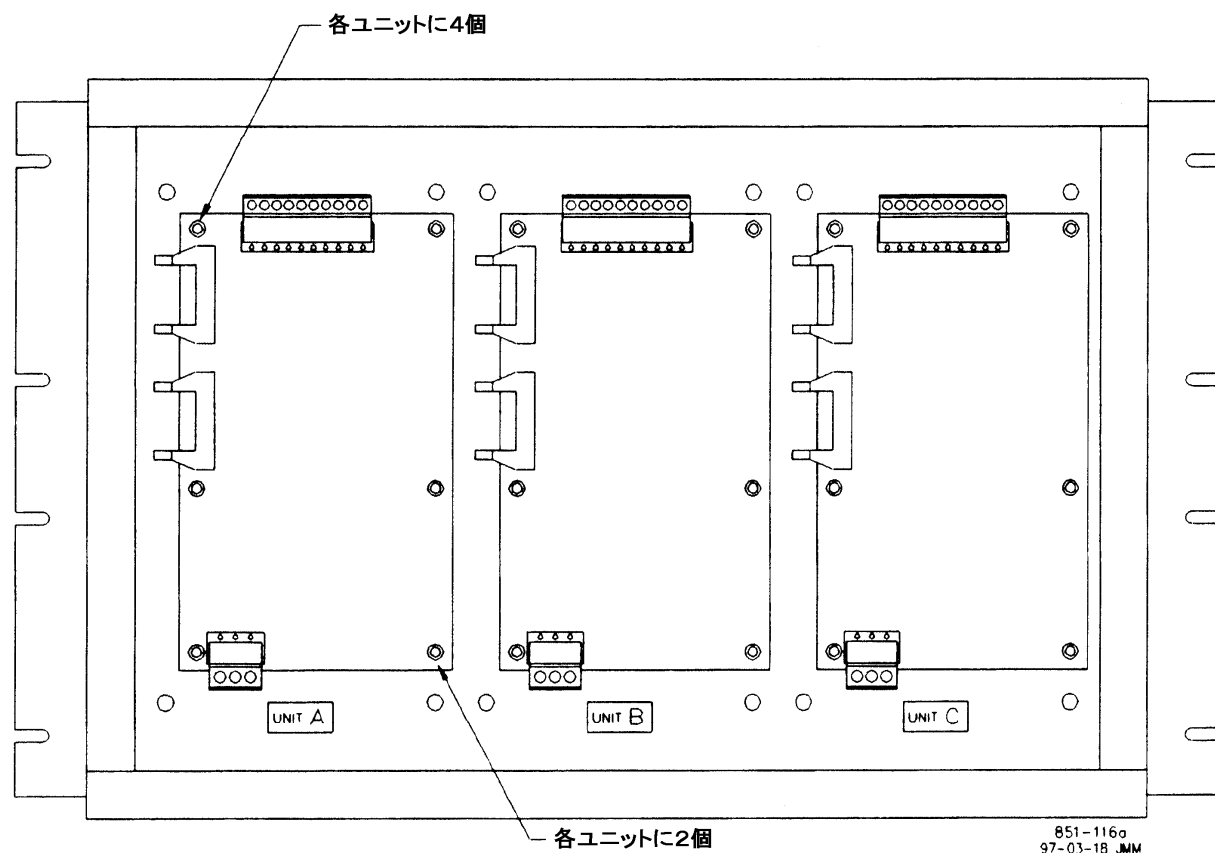

図 5-3. 各基板の配置
6. 2枚の基板をひとまとめにして固定している4本の長ネジを緩めます(図 5-3 参照)。
4. 新しい(良品の)電源基板を取り付けます(図 5-3 を参照)。